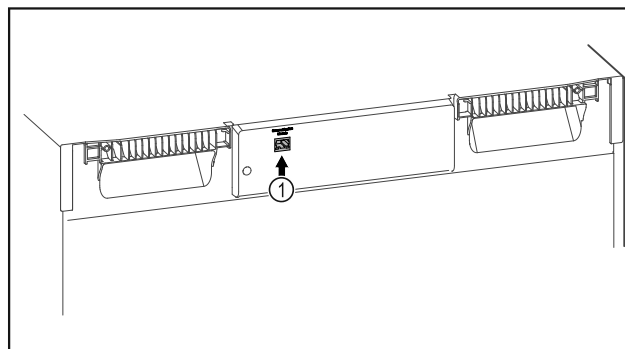

Fig. 85
- SmartModule Fig. 85 (1) je nasadený.